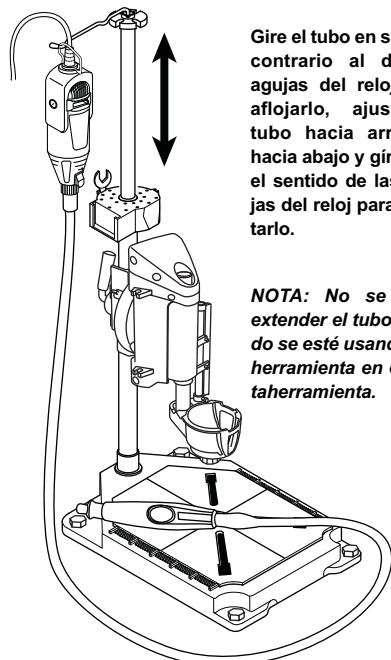

Figura 4. Ajuste de la Altura del Tubo
8. Gire el tubo superior en sentido contrario al de las agujas del reloj para aflojarlo y permitir ajustarlo hacia arriba o hacia abajo. Después de lograr la altura deseada, gire el tubo en el sentido de las agujas del reloj para apretarlo (Figura 4).